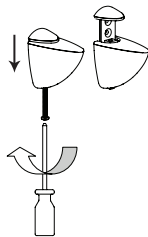

Figure 1
- (2) pinces pour tablette
**ÉTAPE 1:** Desserrez la vis de réglage d'une pince pour tablette jusqu'à ce que les trous internes soient visibles, tel qu'illustré à la **Figure 1**. Répétez pour l'autre pince pour tablette.